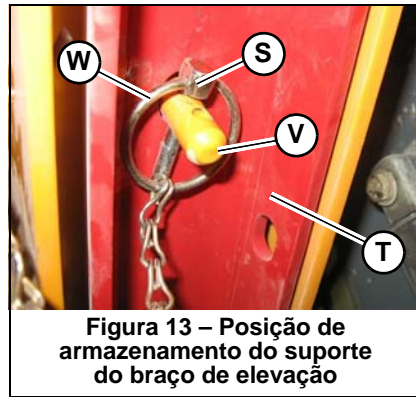

Figura 13 – Posição de armazenamento do suporte do braço de elevação
- Peça a uma segunda pessoa que levante o dispositivo de suporte do braço de elevação (T, Figura 13) até entrar em contacto com o braço de elevação. Volte a colocar o pino de segurança (S) através da escora (V) no braço de elevação para prender o dispositivo de suporte do braço de elevação (T) na posição de armazenamento.
- Passo o anel do pino de segurança (W) por cima da escora (V) para prender o pino de segurança no lugar.